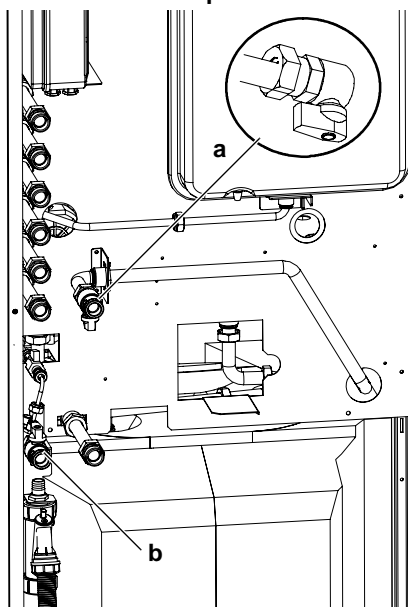

Figura 6.1 Apertura rubinetti
- 2 Aprire il rubinetto del contatore gas e quello della caldaia **a** in **Figura 6.1**
- 6 Aprire il rubinetto di entrata sanitari in **Figura 6.1**